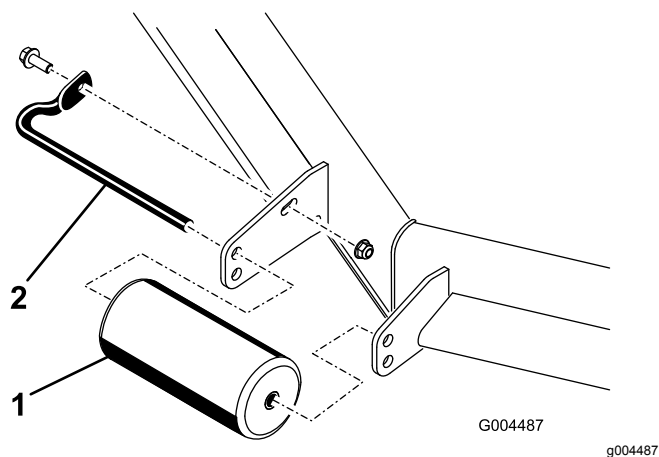

Figure 14
1. Retirez le boulon et l'écrou qui fixent l'axe de galet au support de l'unité de coupe (Figure 14).